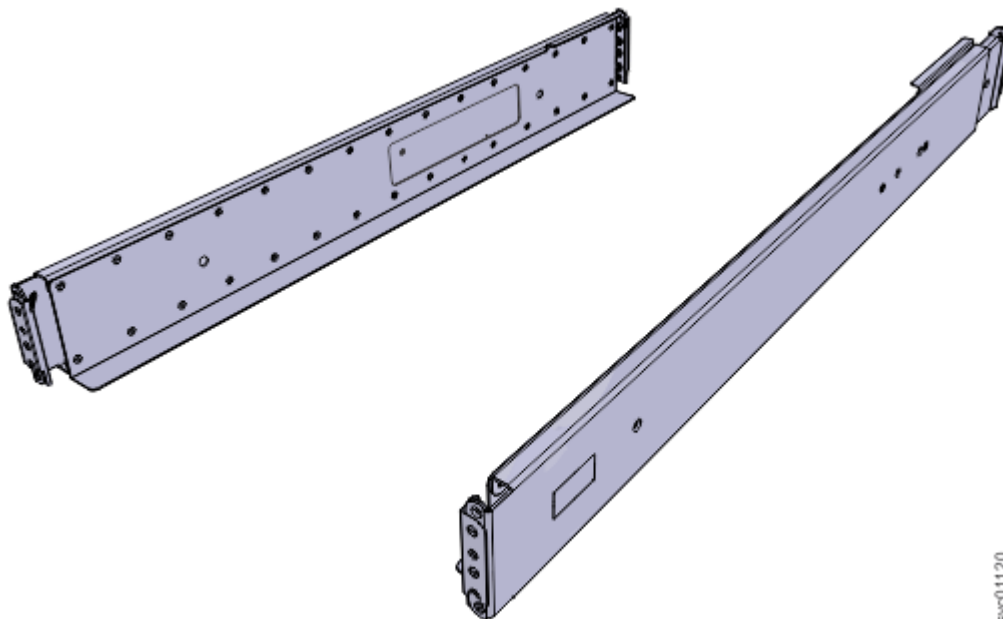

Рисунок 1. Опорные направляющие корпуса управления
1. Найдите направляющие корпуса управления (Рисунок 1 на стр. 14).